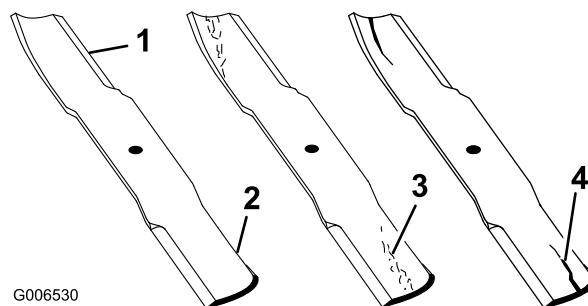

図 25
4. ブレードの切っ先を注意深く観察、特に、直線部と曲線部が交わる部分をよく観察する図25。
注 この、直線部と曲線部の交差域は、砂などによる磨耗が進みやすい部分なので、機械を使用する前によく点検することが必要である。磨耗している場合図25は、ブレードを交換する「カッティングブレードの取り外し」を参照。
ブレードの磨耗を放置すると、ブレードのセール部と平坦部との間に割れ目が発生する図 25。この割れ目が拡大すると、最終的にはブレードがちぎれてハウジングの下から飛び出し、これがオペレータや周囲の人に重大な人身事故となる。